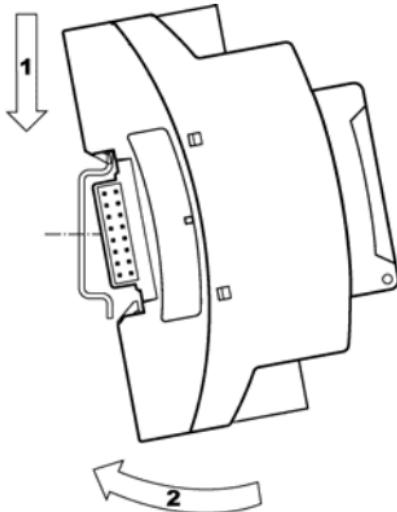

Рисунок 6.2
6.1.3 Модуль вместе с соединителем установить на DIN-рейке, сначала закрепив на рейке его верхнюю, затем – нижнюю части (см. рис.6.2).